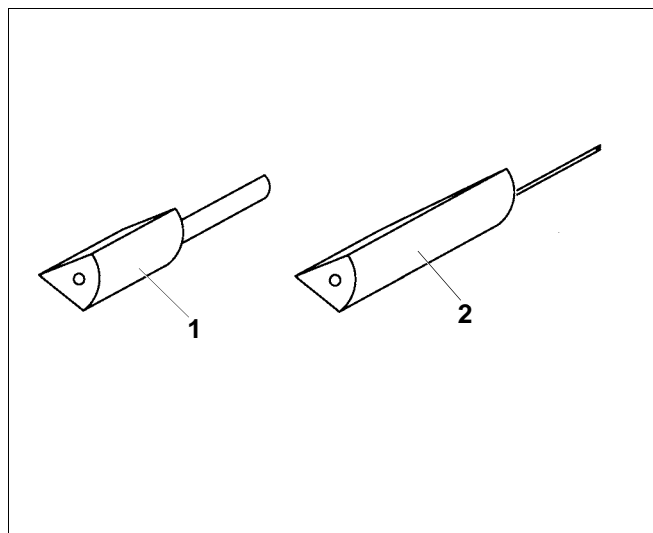

Fig 63 Sonde de température
- TH = Thermomètre (sonde de température, fig. 63, pos. 1)
- TR = Régulateur de température fig. 63, pos. 2)